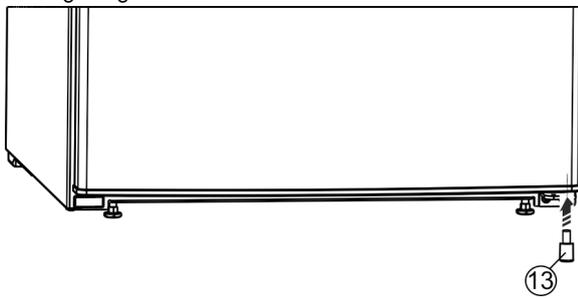

Fig. 27\*
- ▶ Das Distanzteil Fig. 27 (13) wieder rechts unten in die Tür einsetzen, weil es wichtig für die Standfestigkeit des Geräts ist.\*